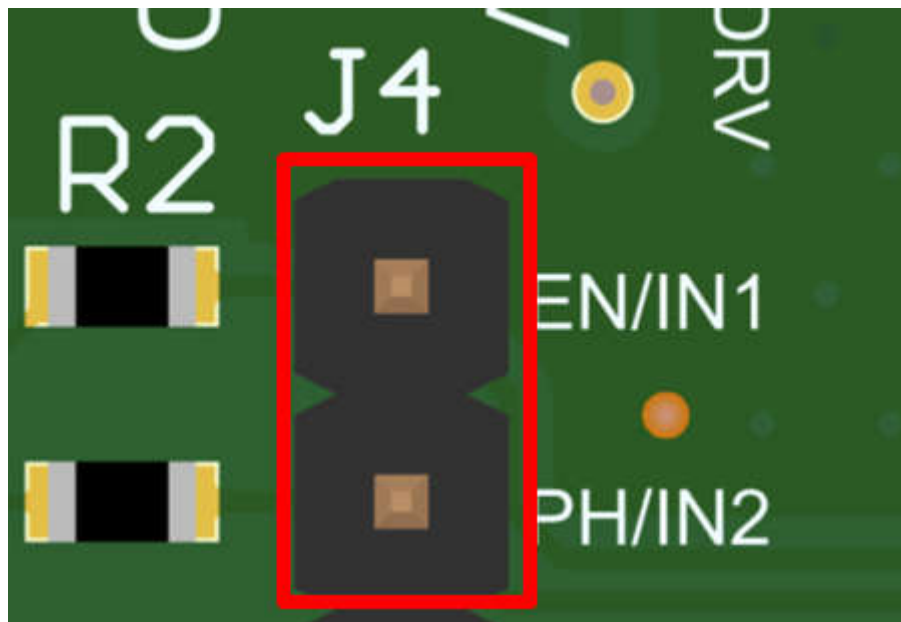

图 6-1. EN/IN1 和 PH/IN2 引脚短接
2. 使用跳线短接 J4 上的 EN/IN1 和 PH/IN2 引脚。请参阅图 6-1。